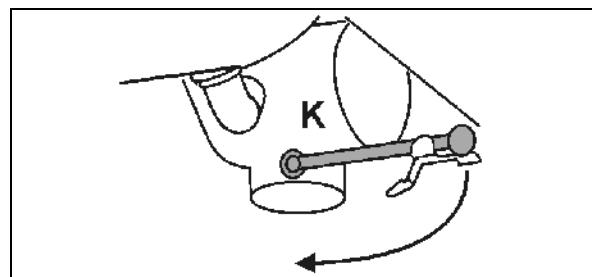

Fig. 93
- Tapp eventuelt den endelige restmengden ut på jordet via tappeventilen (Fig. 93/K).